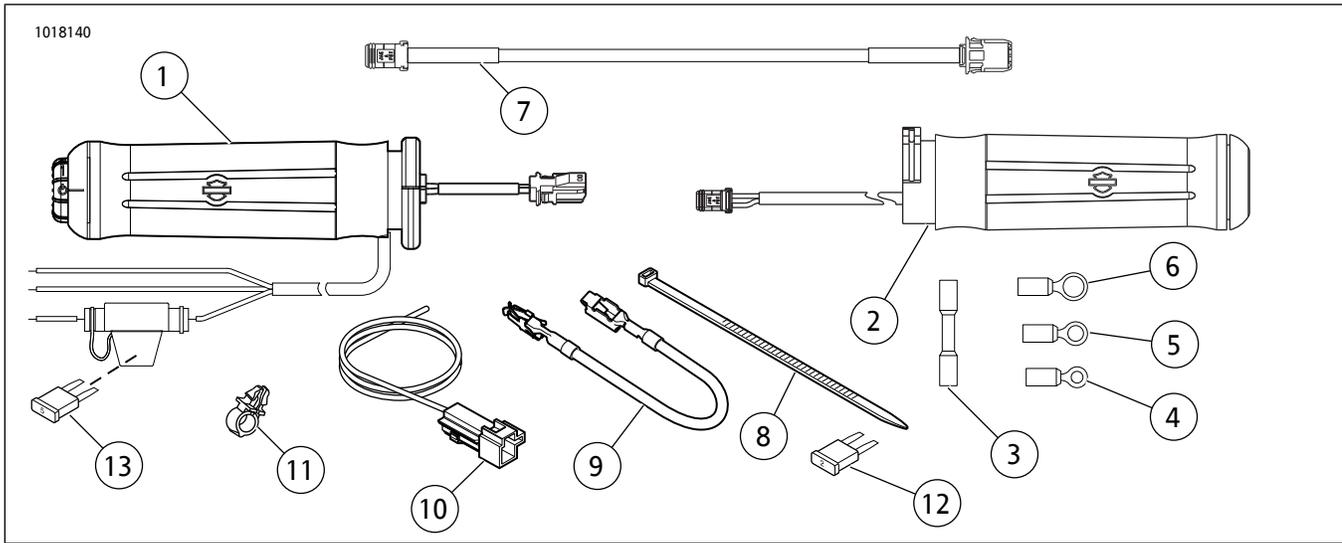

图22。维修零件：加热手柄套件
3. 参见图22。从套件中找出正确的环形接线端(4、5或6)以便安装至断路器上的银接线柱(带有红色导线)。
1. 参见图22。从套件中找出正确的环形接线端(4、5或6)以便安装至断路器上的银接线柱(带有红色导线)。
2. 参见图22。从套件中找出正确的环形接线端(4、5或6)以便安装至断路器上的银接线柱(带有红色导线)。
2. 参见图22。将套件中的适配线束(10)插接至B+连接器。
参见图22和表1。